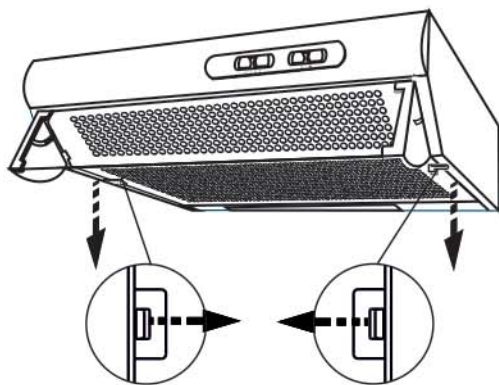

РИС. 4
- снимите решетку (рис. 4);
- откройте решетку сместив зажимы по направлению стрелки (рис. 4);
- откройте решетку, (рис. 4);